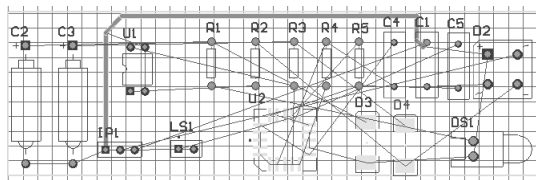

图 16-17 在顶层画出一条导线
(1) 单击主窗口工作区左下角的“Top Layer”（顶层）标签切换到顶层，然后单击（交互式布线连接）按钮，鼠标变成十字形，移动光标到 C1 的一个焊盘上，单击确定导线的起点，接着拖动鼠标画出一条直线一直到导线的另一端，元件 JP1 的焊盘处，先单击一次确定导线的转折点，再次单击确定导线的终点，如图 16-17 所示。